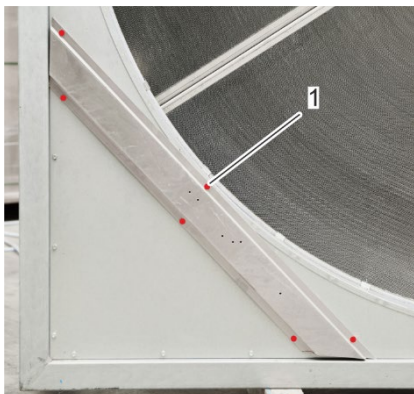

Abbildung 24: Querträger Bohrlöcher
2. Schrauben Sie den Querträger (Abbildung 23/2) mit selbstschneidenden Schrauben (Abbildung 23/1) an das Gehäuse des Rotationswärmetauschers (Abbildung 23/3). Benutzen Sie alle sechs Bohrungen (Abbildung 24/1).